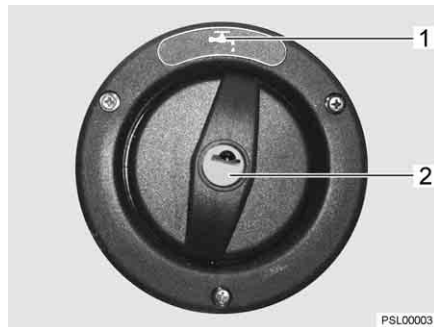

Fig. 55 Couvercle de fermeture pour bec de remplissage d'eau potable
- ▷ Le bec de remplissage d'eau potable est désigné par le symbole  (Fig. 55,1).
- Insérer la clé dans le barillet (Fig. 55,2) et la tourner dans le sens inverse des aiguilles d'une montre.